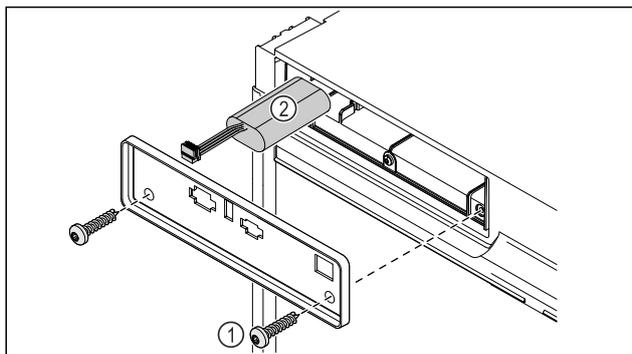

Fig. 228
- ▶ Svitare le viti e rimuovere la copertura sul lato posteriore dell'apparecchio Fig. 228 (1).
- ▶ Disinnestare la batteria ed estrarla Fig. 228 (2).